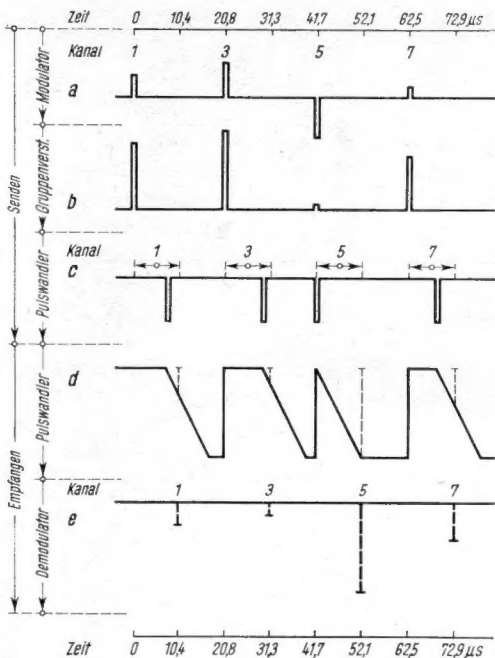

Bild 4. Impulsformen im PPM-Modulations- und Demodulationsgestell
Für die Hilfsspannungen ist ein quarzstabilisierter 48-kHz-Puls generator mit nachgeschaltetem Frequenzteiler 48 : 8 und Phasenschieber vorgesehen. — Das im Fernsprechverkehr zu übertragende Gleichstromzeichen betätigt ein jedem Modulator zugeordnetes Telegrafienrelais. Dieses bewirkt, daß während der Dauer des Zeichens die Kanalimpulse die größtmögliche negative Amplitude erhalten, d. h. die größtmögliche zeitliche Vorversetzung des Impulses wie Kanal 5 in Bild 4. Diese direkte Zuführung der Ruf- und Wahlzeichen ohne jedes Umsetzen ist einer der großen Vorzüge des PPM-Systems. Grundsätzlich arbeitet die PPM-Anlage pro Sprechkanal als Vierdrahtverbindung; Ein- und Ausgangspegel entsprechend den normalen Werten im Drahtsprechverkehr, so daß PPM-Anlagen in jedes Drahtfernnetz beliebig eingefügt und auch Teilstücke von Wechselstrom-Telegrafeneinrichtungen (WT) bilden können; ein Sprechkanal kann bis zu 24 WT-Kanäle tragen.